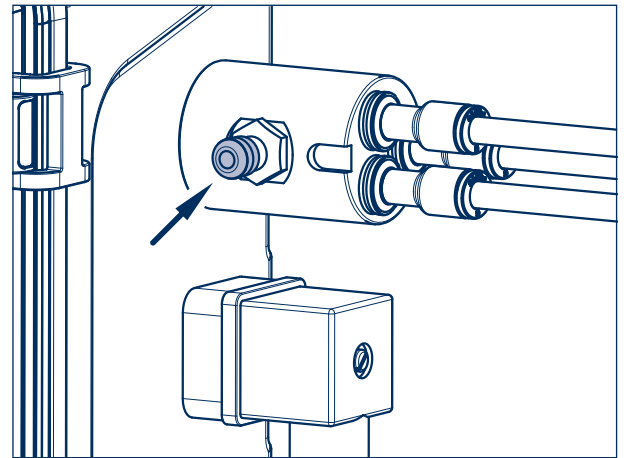

Figura 15
- [1] Remova a tampa da conexão de pressão (seta, Figura 15).
- [3] Abra a válvula de fecho da Caixa de Controlo AirSave (842).